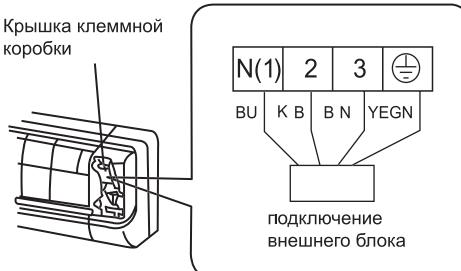

Рис. 6
- Снимите крышку клеммной коробки - Рис. 6.